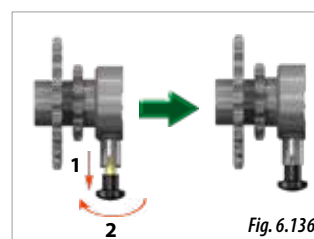

Fig. 6.136
- 3-** Pe axul de transmisie unde se află ambreiajul (Fig. 6.133), trageți de siguranță și rotiți-o la 90° pentru a o bloca în poziția de transmisie liberă (Fig. 6.136).